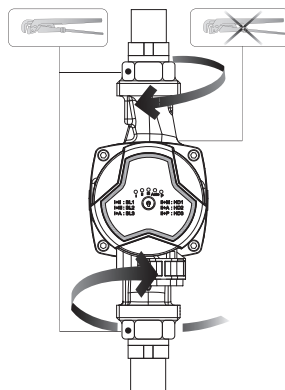

Рис. 3 Затяжка фитингов
3. Затяните фитинги (см. Рис.3).